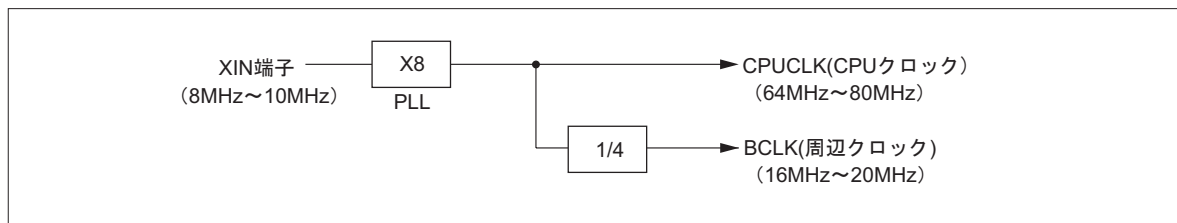

図1.1.1 クロック概念図
- 32182はクロック逡倍回路を内蔵しています。図1.1.1に 概念図を示します。